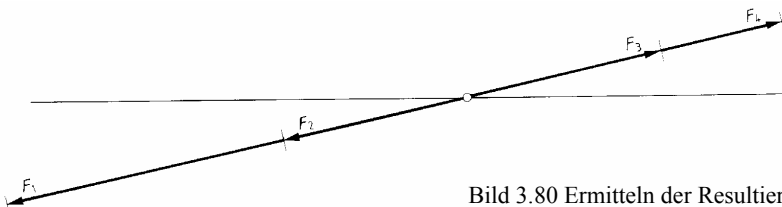

Bild 3.80 Ermitteln der Resultierenden
14. Die Kräfte F_1, F_2, F_3 und F_4 wirken in entgegengesetzte Richtungen (Bild 3.80). Es ist die Resultierende bei einem Kräftemaßstab von 1cm entspricht 6 kN zu bestimmen.